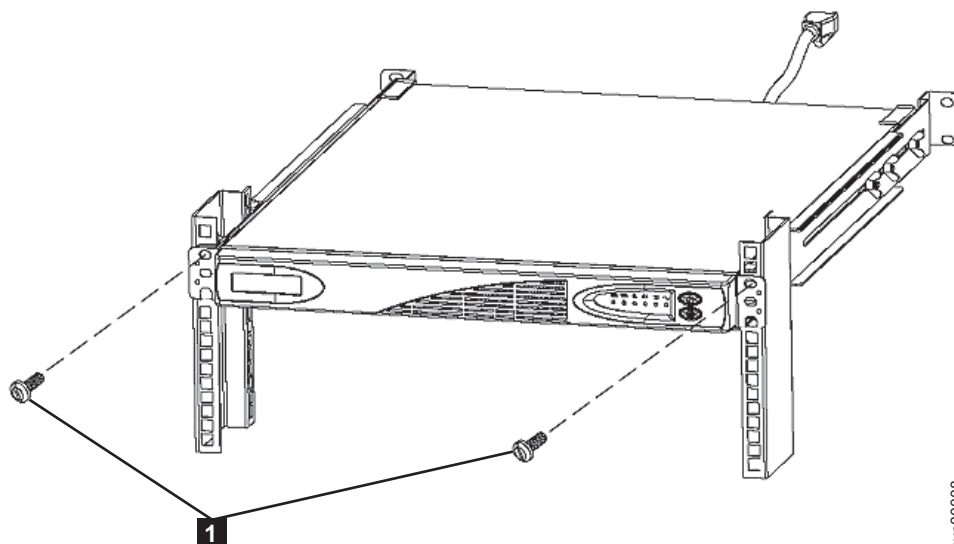

図 12. 無停電電源装置 5115 への取り付けねじの取り付け
5. UPS 5115 の前面に 2 つの取り付けねじ1を取り付ける。図 12 を参照してください。